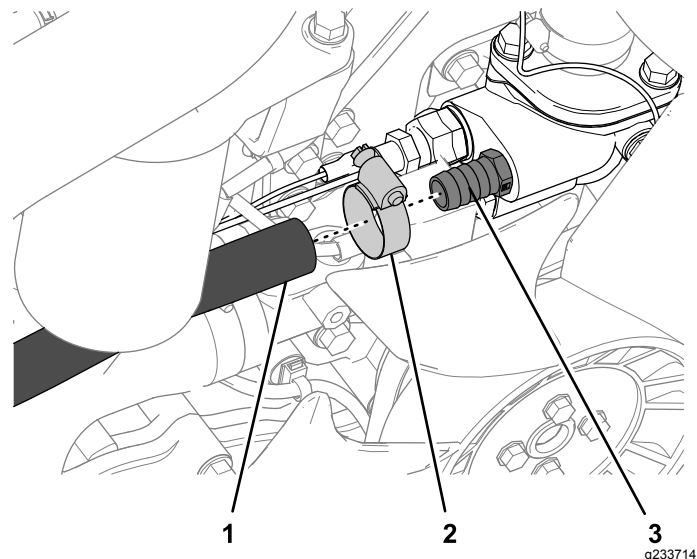

Figure 27
2. Glissez le collier au bout du flexible (Figure 27).
3. Branchez le flexible au raccord droit et fixez-le avec le collier (½ à 1¼"), comme montré à la Figure 27.